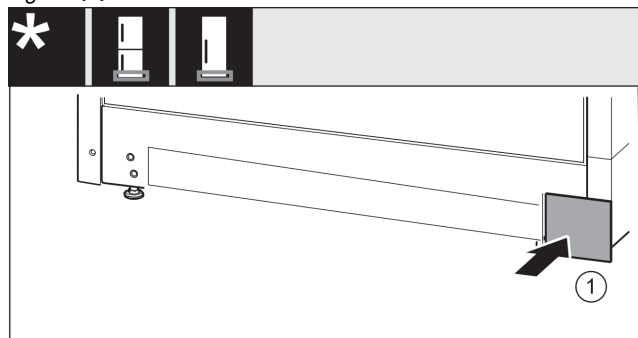

Fig. 17
- ▶ Ostonę założyć ponownie z drugiej strony. Fig. 17 (1)